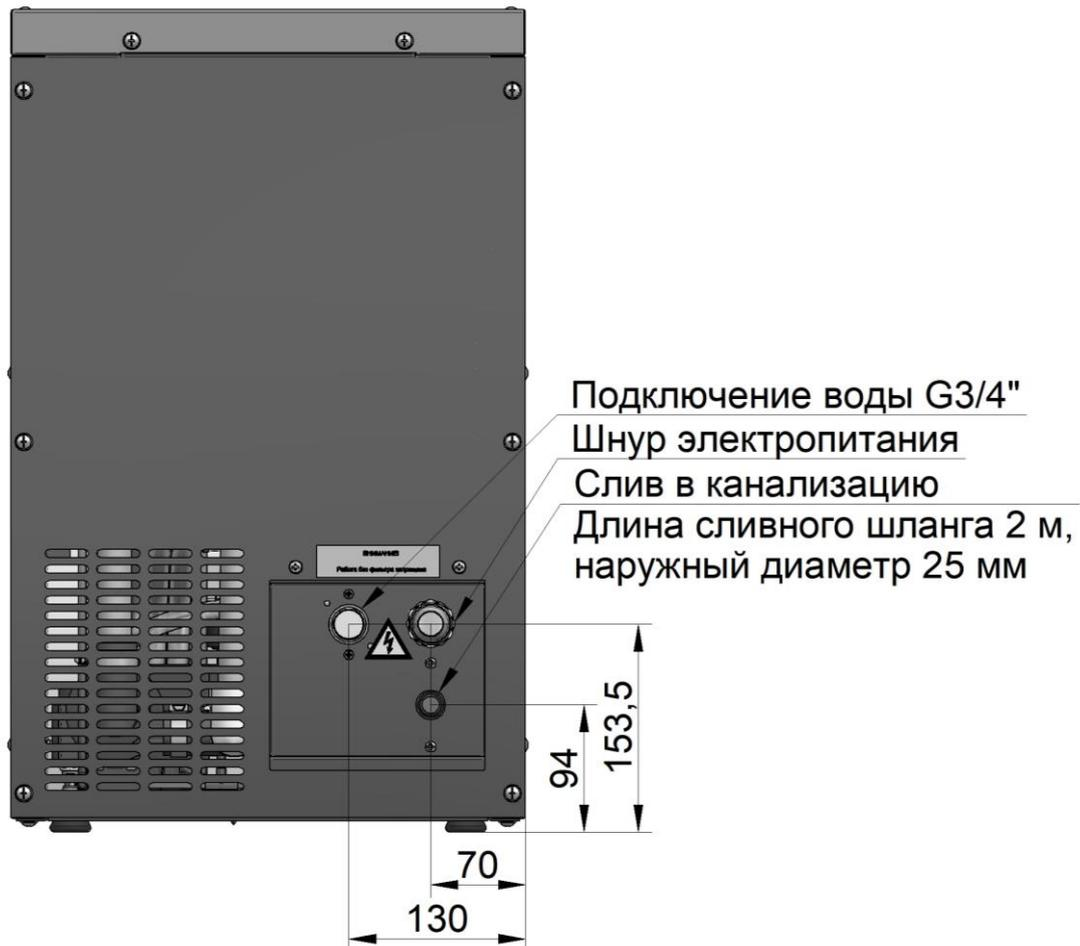

Рис. 5 Схема подключения льдогенератора
- подключить изделие к системе водоснабжения. Льдогенератор подключается к системе водоснабжения через штуцер с резьбой G 3/4" (рис. 5), Подсоединение шлангов подачи воды должно проводиться через краны для экстренного прекращения подачи воды на охлаждение конденсатора и испаритель в случае необходимости.
- подключить изделие к системе канализации (наружный диаметр сливного шланга, поставляемого с льдогенератором равен 25 мм) (рис. 5). Убедиться, что сливной шланг находится ниже, чем выход на задней панели, чтобы вода могла стекать. Сливной шланг зафиксировать хомутом из комплекта поставки.